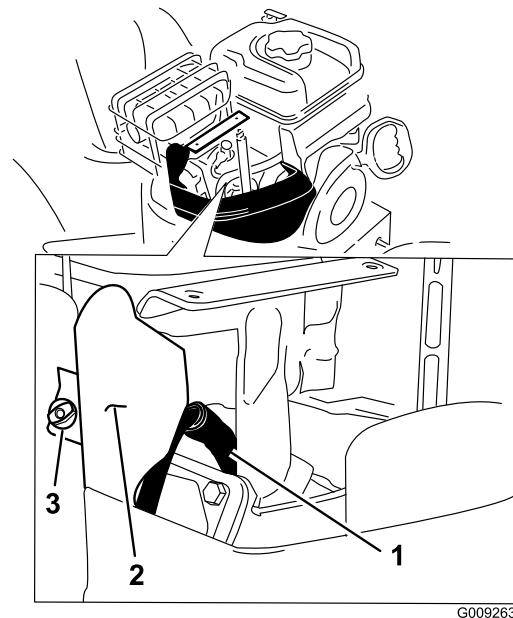

Figure 47
4. Enlevez la vis à oreilles du support et le support (Figure 47).
- Nettoyez la surface autour de la base de la bougie (Figure 47).